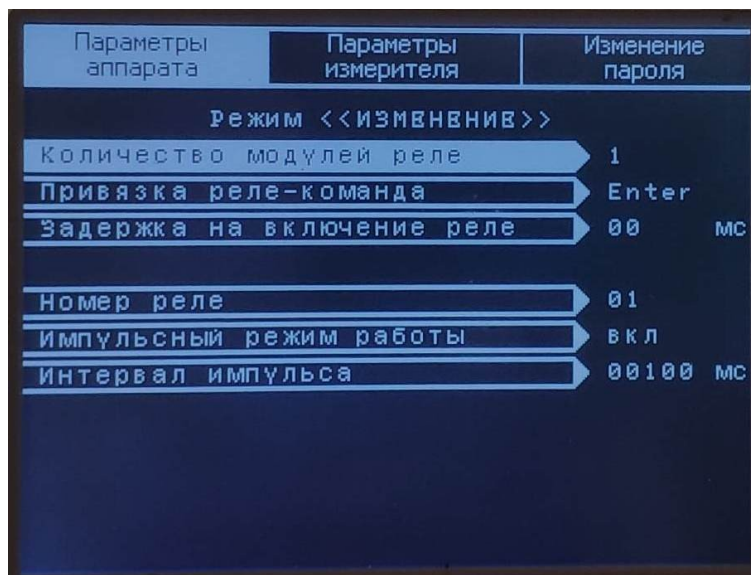

Рисунок 7 – Подраздел «Конфигурация МУ-Р»/«Конфигурация реле»
2.1.1. «Конфигурация реле» - подраздел настроек модулей управления реле (см. рисунок 7).